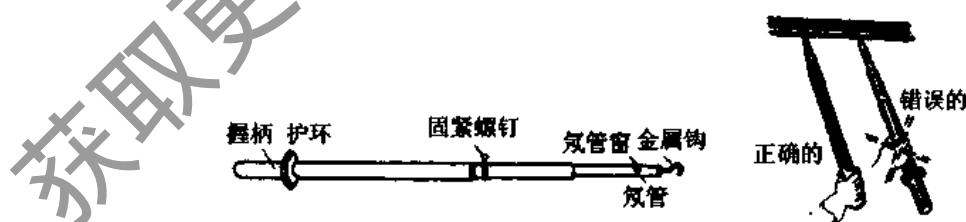

图 2-6 高压验电器
高压验电器又称高压测电器，用来检查高压供电线路是否有电。图 2-6 所示为 10kV 高压验电器外形图，它由金属钩、氖管、氖管窗、固紧螺钉、护环和握柄等组成。高压验电器的检查对象为高压电路，操作时应注意以下几点：
2. 使用高压验电器时手应握握柄，不得超过护环，如图 2-6 所示。